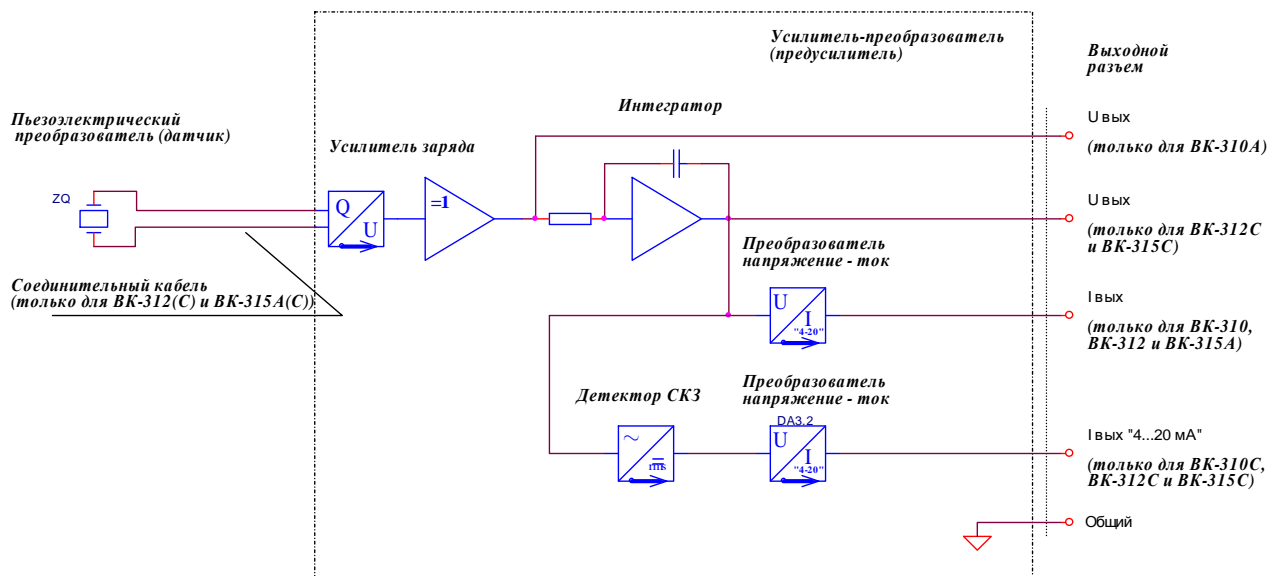

Рис. 1 Структурная схема вибропреобразователей типа BK-310.
1.5.3. Обобщенная структурная схема вибропреобразователей типа ВК-310 приведена на рис.1.